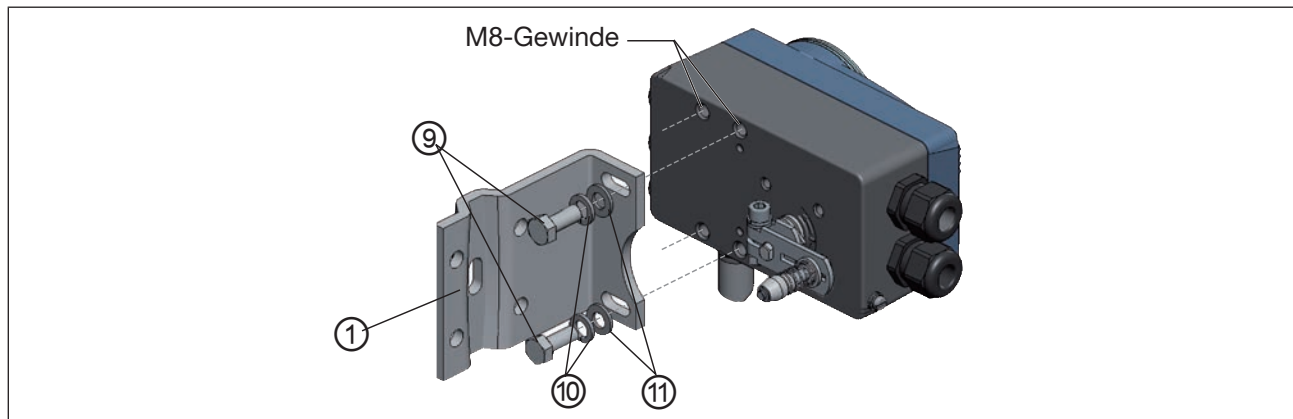

Bild 24: Anbauwinkel befestigen
→ Anbauwinkel ① mit Sechskantschrauben ⑨, Federring ⑩ und Scheiben ⑪ auf der Rückseite des Positioners befestigen (siehe „Bild 24“).